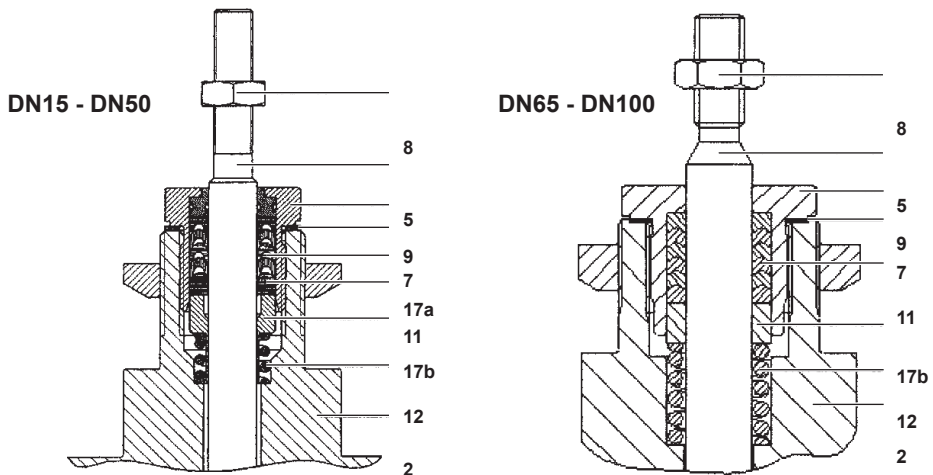

Abb. 6
4.2.3 Vorgehensweise für den Austausch von Ventilspindel, Kegel und Sitz bei Mischventilen (siehe Abb. 6 bis 8)
4.2.4 Vorgehensweise für den Austausch von Ventilspindel, Kegel und Sitz bei Verteilventilen (siehe Abb. 6, 7 und 9)